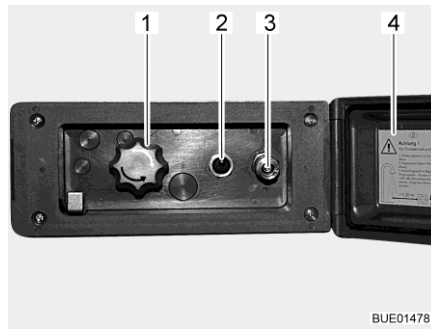

Bild 166 Duschanslutning utsida
- Lås upp och öppna locket (Bild 166,4).
- Anslut ytterduschens slang med snabbkopplingen (Bild 166,3).
- Koppla in vattenpumpen med brytaren (Bild 166,2).
- Ställ in vattentemperaturen enligt önskemål med vredet (Bild 166,1).
- Koppla ur vattenpumpen med brytaren (Bild 166,2).
- Stäng locket (Bild 166,4) och lås det med nyckeln.
- Ställ vredet (Bild 166,1) på mittläget.